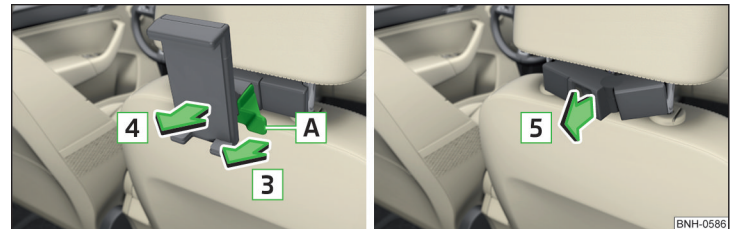

Abb. 96 **Abnehmen: Halter / Adapter**
- Zum **Abnehmen** an der Sicherungslasche **A** in Pfeilrichtung **3** ziehen und den Halter in Pfeilrichtung **4** aus dem Adapter nehmen » **Abb. 96**.